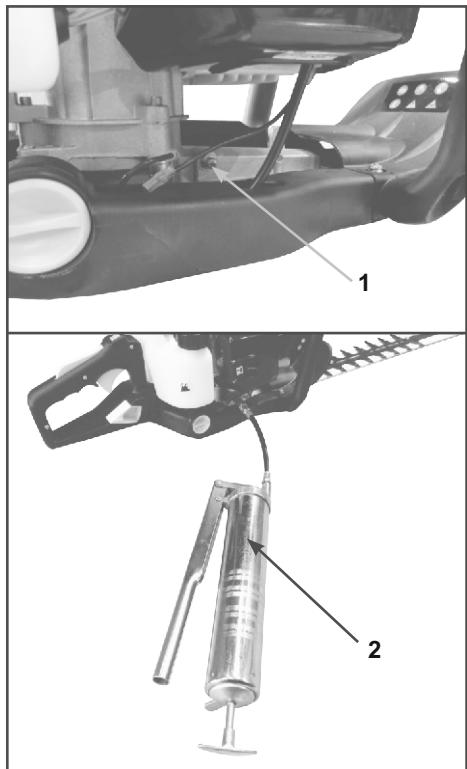

Рис. 13 Обслуживание редуктора
1. Приготовьте шприц-пресс (маслёнку) (2) (Рис.13) и заправьте его смазкой BRAIT или смазкой Литол-24.
2. Удалите грязь с корпуса редуктора мягкой щёткой, отверстие для масленки (1) (Рис.13) протрите чистой ветошью.